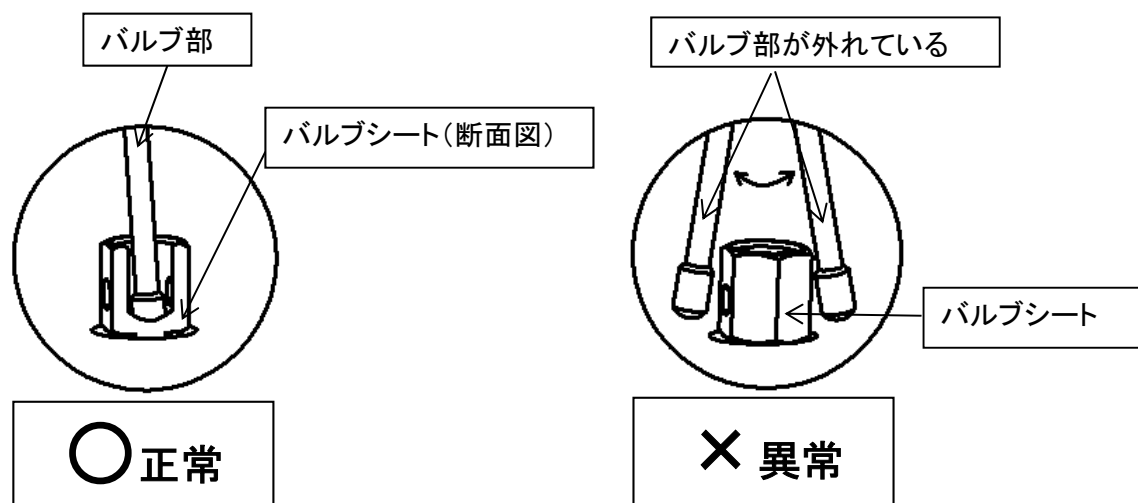

図 11
分解後の組立の際、バルブ(P)③がきちんと組み立てられていない。	バルブシートにバルブ(P)③のバルブ部が入るように組立してください。(図 11 参照)
手順 8: ふた②を本体①に取り付けます。バルブ(P)③のバルブ部が確実にバルブシートの内面に入っていることを確認しながら(図 11)ふたを取付けて、六角穴付ボルト⑱を六角ソケットレンチ(二面幅 6mm)が付けてあるトルクレンチで35N・m のトルクにて締付けます。